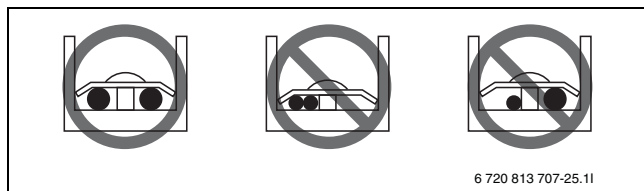

Fig. 29
- ▶ Ved tilslutning af lige kraftige kabler se illustrationen (→ fig. 29).